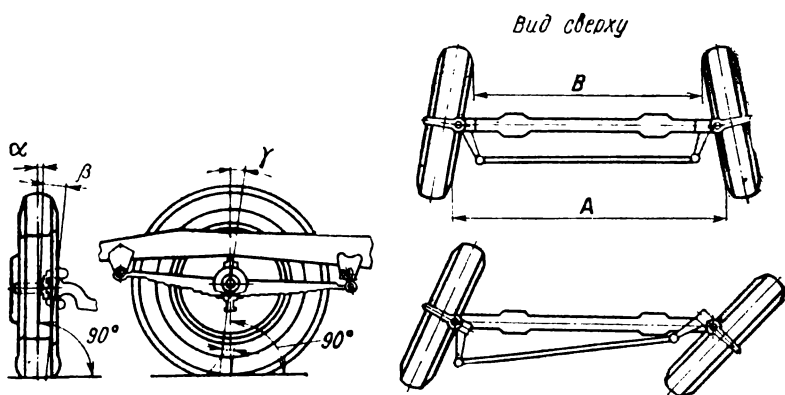

Рис. 43
IV Какой буквой (α или β) обозначен на рис. 43 угол развала колес? В каких пределах он колеблется?
VIII Какой буквой (α или β) на рис. 43 обозначен угол поперечного наклона шкворня? В каких пределах он колеблется?
1. Разностью расстояний А и В (рис. 43) в горизонтальной плоскости. 2. Разностью расстояний А и В в вертикальной плоскости.
IV. Благодаря какому устройству (рис. 43) при повороте автомобиля передние колеса поворачиваются на разные углы?